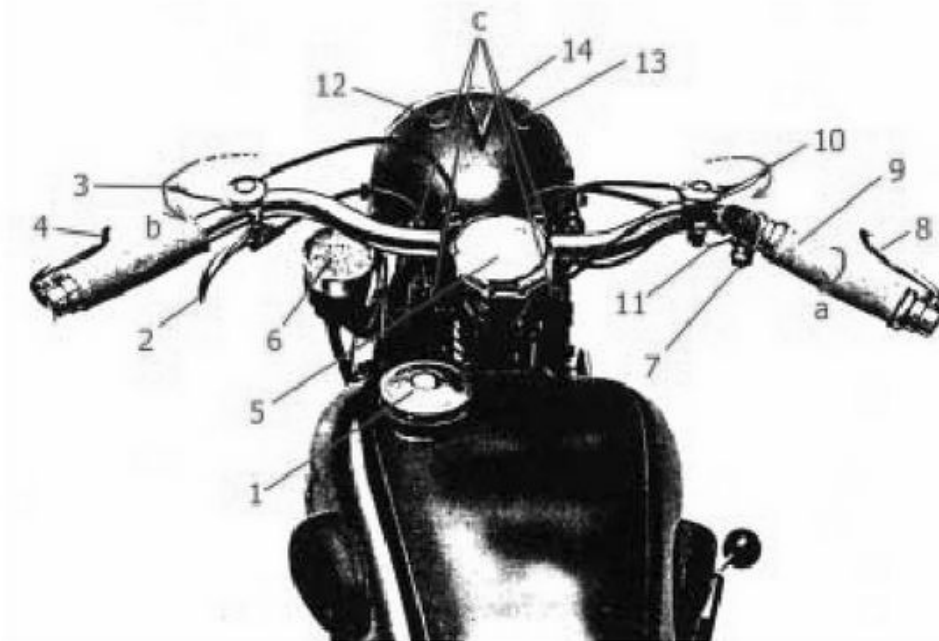

Abb. 4 - Draufsicht auf den Lenker
Die Betätigung der Kupplung erfolgt durch Bowdenzug vom linken Lenkerhebel 4 (Abb. 4) aus. Die einfache Demontage und Demontage der Kupplung ist auf Seite 26 beschrieben.
Die Vordergabel (Abb. 21) besitzt der hohen Geschwindigkeit entsprechende Schwingungs- und Fahreigenschaften. Die Federung erfolgt durch eine Druckschraubenfeder. Ein eingebauter Lenkungsdämpfer 5 (Abb. 4) sorgt für flatterfreie Fahrt. Die Schwinghebelbolzen sind nachstellbar gelagert.
Der Lenker (Abb. 4) ist verstellbar, die Bedienungshebel sind teilweise direkt in den Lenker eingebaut. Die Gasregulierung wird mit Drehgriff betätigt.
Das Motorrad verläßt die Fabrik in fahrbereitem Zustand, d.h. Getriebe und alle übrigen Schmierstellen, wie Naben der Laufräder, Federgabel etc. sind bereits mit Schmiermittel versehen (weitere Schmierung hat nach Angabe der Schmiertabelle Seite 19 zu erfolgen). Außer dem Aufladen der von der Fabrik aus ungeladenen zum Versand gelangenden Batterie ist nur noch Kraftstoff und Motorenöl aufzufüllen. Der Kraftstoffbehälter (Inhalt 11,5 Liter) ist durch den Schnellverschluss 1 (Abb. 4) mit Marken- Benzin- Benzol- Gemisch zu füllen. Man versäume dabei nicht, in jedem Fall das im Einfüllstutzen hängende Sieb zu verwenden, da dadurch Schmutz und Wasser zurückgehalten wird.
2. Hebel der Zündung 3 (Abb. 4) halb auf Spät-Zündung stellen.
4. Drehgriff für Gas 9 (Abb.4) sowie Hebel für Luftregulierung 10 (Abb. 4) etwa 1/4 öffnen. (Etwas nach innen drehen.)
6. Ventilheber 2 (Abb. 4) anheben und gleichzeitig Anwerfkurbel 1 (Abb. 19) kräftig hinuntertreten; dabei den Ventilheber noch während der Abwärtsbewegung der Anwerfkurbel loslassen. Ist der Motor auf diese Weise in Gang gesetzt, so ist die Drehzahl durch Zurückgehen mit dem Drehgriff und Öffnen des Lufthebels so zu regulieren, daß der Motor ganz langsam und gleichmäßig läuft. Man läßt so den Motor einige Minuten auf dem Stand laufen, bis er etwas warm geworden ist. Dadurch wird auch das Öl erwärmt und dünnflüssiger, so daß es leicht durch die kleinsten Kanäle und Düsen den Schmierstellen zufließen kann. Die kalte Maschine sofort mit hohen Drehzahlen laufen lassen, schadet dem Motor sehr und kann unter Umständen zu Schäden an Kolben und Zylinder führen.
7. Nun wird auf dem Sattel Platz genommen, der am linken Lenkergriff befindliche Kupplungshebel 4 (Abb. 4) gezogen und der I Gang eingeschaltet. Bei Handschaltung: Durch Hochziehen des Handschalthebels in Raste I (s. Abb. 8). Bei Fußschaltung: Durch Hinuntertreten des Fußschalthebels bis zum Anschlag (s. Abb. 9).
Sollte sich der Gang nicht leicht einschalten lassen, ist es nur nötig, die Maschine etwas hin- und herzuschieben oder aber ganz kurz halb einzukuppeln, um die Klauen in Eingriff zu bringen. Jetzt wird der Kupplungshebel 4 (Abb. 4) unter gleichzeitigem mehr Gasgeben langsam und gleichmäßig losgelassen und hierdurch ein weiches und stoßfreies Anfahren erzielt.
Man merke sich, dass beim Hinaufschalten – also IV–III–II–I Gang – die Gasstellung belässt, damit sich die jeweiligen Umlaufgeschwindigkeiten der die Einstellung der Stoß- und Lenkungsdämpfer ist den jeweiligen Straßenverhältnissen anzupassen. Durch stärkeres Anziehen des Drehknopfes 5 (Abb. 4) zum Lenkungsdämpfer wird bei größeren Geschwindigkeiten ein flatterfreies Fahren erreicht. Über das Nachstellen des Stoßdämpfers siehe Seite 27.
Die Vorderradbremse wird durch Bowdenzug vom rechten Lenkerhebel 8 (Abb. 4) betätigt. Auf die Hinterradbremse wirkt der linke Hackenbremshebel. Bei starkem Gefälle Gashebel schließen, Hand- und Fußbremse gleichmäßig benutzen und kleineren Gang einschalten, wobei der Motor als Bremse wirkt.